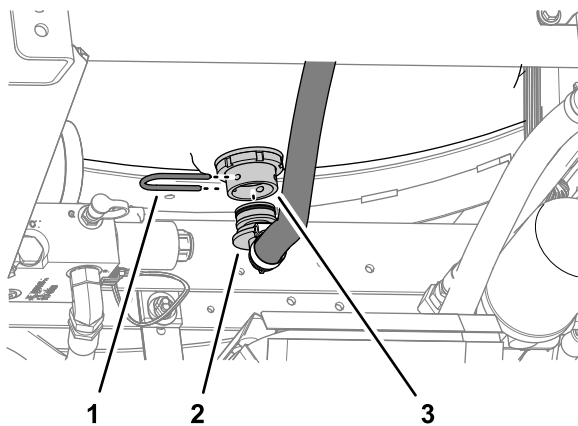

Figura 3
3. En la parte inferior del depósito de enjuague, retire la horquilla de retención que sujeta el acoplamiento de 90° de la manguera de alimentación al pasamuros (Figura 3).
4. Retire el acoplamiento de 90° del pasamuros (Figura 3).